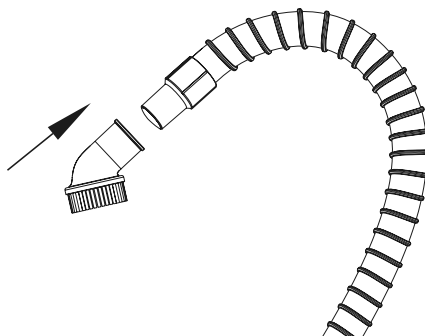

Fig. 12 – Montaje del bocal con cepillo
- Para limpieza en tapizados o telas, el usuario puede utilizar el bocal con cepillo según muestra la Fig. 12.
- Monte el bocal con cepillo en la manguera, según la Fig. 12;